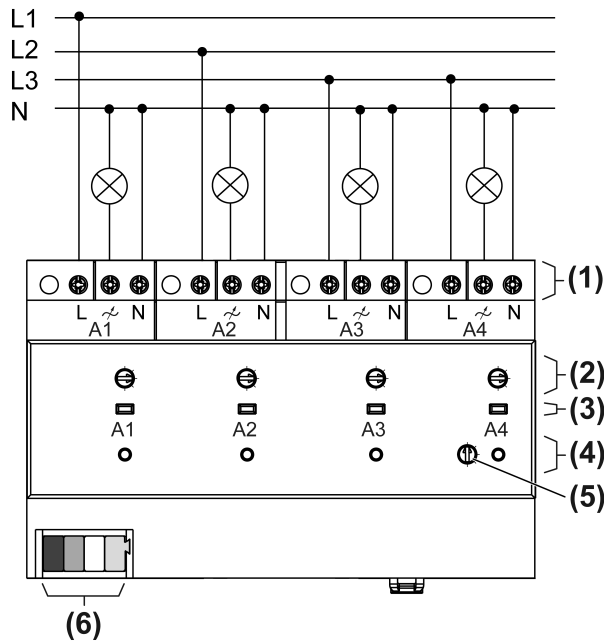

Figura 2: Esempio di collegamento alle uscite
■ Collegare i carichi secondo l'esempio (Figura 2)